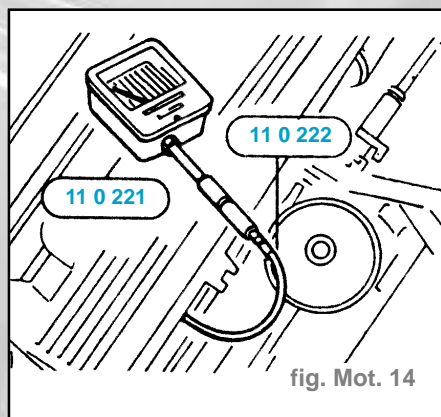

fig. Mot. 14
- Visser complètement l'outil spécial **11 0 222** et le bloquer légèrement à la main (fig. Mot. 14).